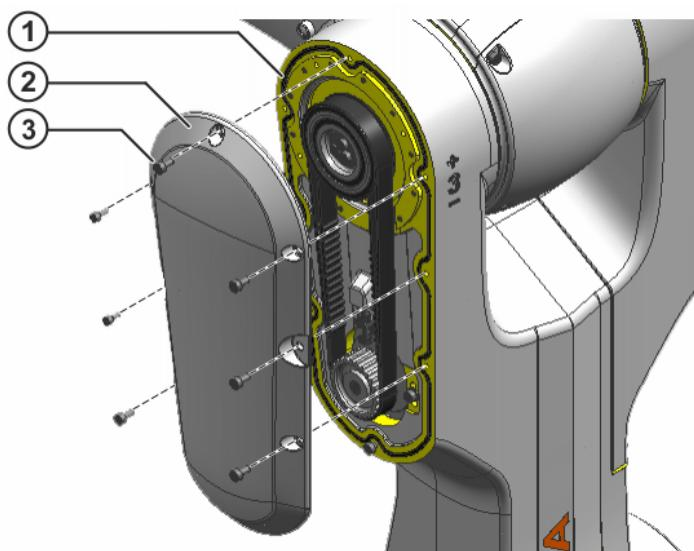

Abb. 8-8: Deckel A3 und Schaumdichtung riemenseitig
1. Schaumdichtung vorsichtig reinigen (>>> Abb. 8-8).